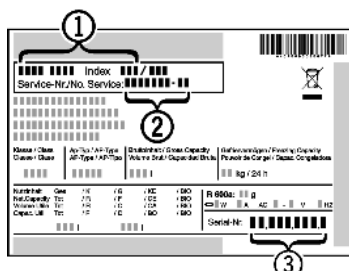

Fig. 17
- ▶ Odczytać z tabliczki znamionowej oznaczenie urządzenia Fig. 17 (1), nr serwisowy Fig. 17 (2) oraz numer seryjny Fig. 17 (3). Tabliczka znamionowa znajduje się po lewej stronie wewnątrz urządzenia.
- ▶ Poinformować serwis i podać opis zakłócenia, oznaczenie urządzenia Fig. 17 (1), nr serwisowy Fig. 17 (2) oraz numer seryjny Fig. 17 (3).